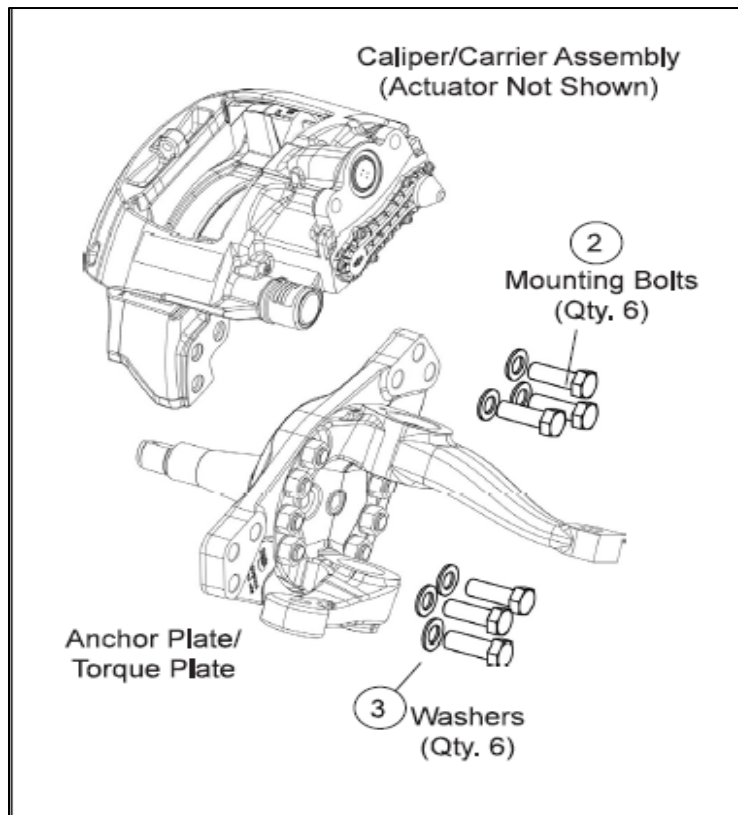

Figure 10 : Étrier/support à montage axial
14. En supportant le disque de frein à air de manière sécuritaire, retirez et mettez au rebut les six boulons (**figure 10, élément 2**) et les rondelles (**figure 10, élément 3**) qui fixent le frein à la plaque, puis enlevez l'ensemble étrier/support du véhicule.
15. En supportant le disque de frein à air de manière sécuritaire, fixez le frein à la plaque d'ancrage à l'aide de six boulons (**figure 10, élément 2**) et, si elles sont fournies, de rondelles (**figure 10, élément 3**). Ne réutilisez pas les boulons et les rondelles retirés.